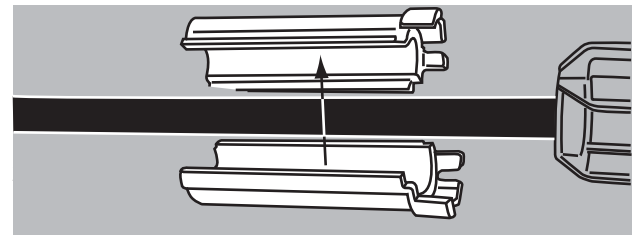

FIGURA 20
20. Coloque la herramienta de ajuste de sellado sobre el cable. (Figura 20)